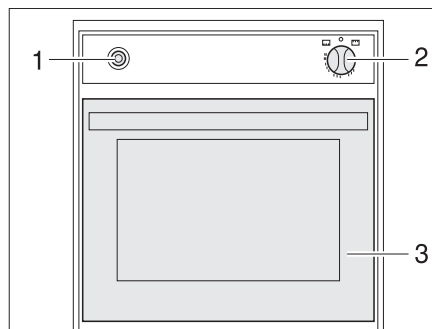

Fig. 129 Forno a gas
- Aprire completamente lo sportello del forno (Fig. 129,3).
- Premere leggermente il pomello girevole (Fig. 129,2) e ruotarlo in posizione "🔥" (forno).
- Premere il pomello girevole (Fig. 129,2) e tenerlo premuto per 5-10 secondi. Il gas fluisce verso il bruciatore.
- Premere l'interruttore di accensione (Fig. 129,1) finché la fiamma non brucia.
- Ruotare il pomello girevole (Fig. 129,2) su "🔸". La fiamma si spegne.